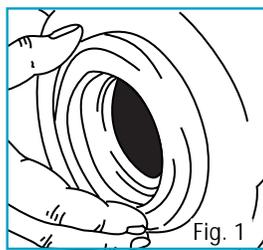

Fig. 1
- 2) Attach new closet flange seal to new toilet (Fig. 1).
- 2) Fixer le nouveau joint d'étanchéité de la bride de sol au nouveau cabinet (voir fig. 1).